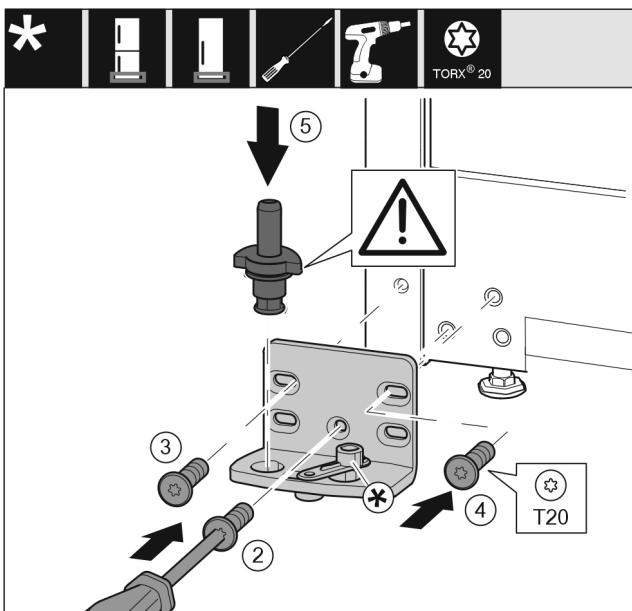

Fig. 17
- Встановіть опорний кронштейн з іншого боку і закріпіть гвинтами за допомогою викрутки T20. Почніть із гвинта 2 знизу посередині. Fig. 17 (2)
- Закрутіть гвинти 3 та 4. Fig. 17 (3,4)
- Вставте цілком опорний гвинт. При цьому виступ фіксатора повинен бути спрямований назад. Fig. 17 (5)